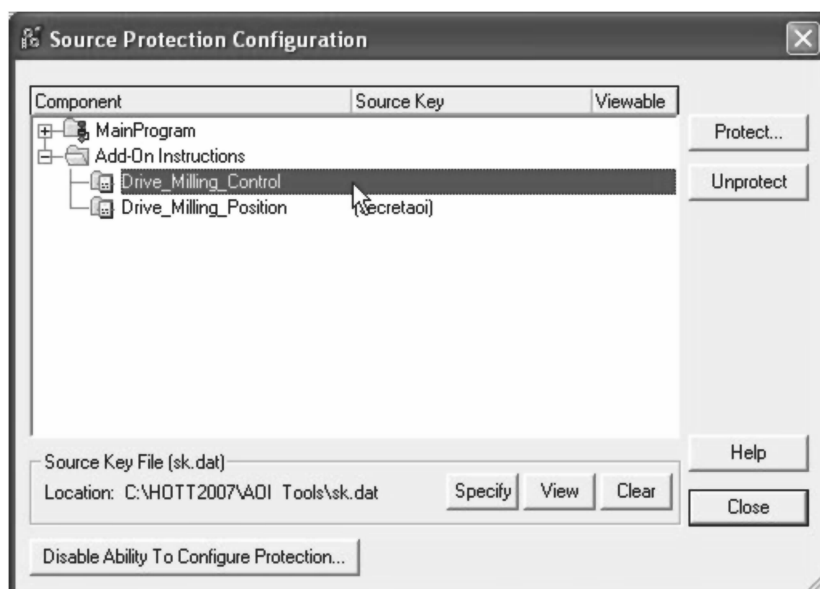

图 22-11 源代码保护配置对话框
13. 突出显示 Drive_Milling_Control 例程。希望能够查看此例程，但不能进行编辑，如图 22-11 所示。